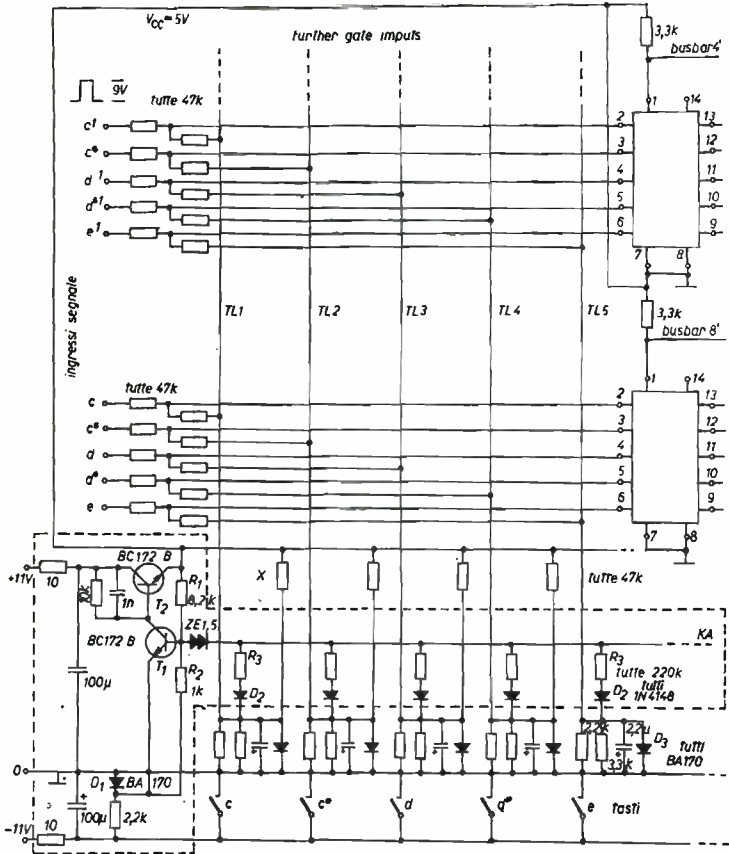

figura 13
A questo punto, però, resta ancora il problema dei rumoracci. Analizzando con Fourier lo spettro emesso da un tipico click si è visto che non solo esso è composto da basse frequenze (eliminabili con un filtro notch-rumble) ma anche da certe alte frequenze, seppure ancora udibili per l'orecchio umano. Vediamo di risolvere quindi il problema, tenendo sottomano la figura 13 che ci mostra uno schema definitivo di distribuzione, senza rumori che interferiscano. Si tenga presente che tale click è un « burst » in alternata, che si sovrappone al segnale. Posto di eliminarne i bassi con un notch-rumble, resta da eliminare la parte alta dello spettro: poiché, dunque, il segnale in questione è in alternata, basterà operare su di esso semplicemente in modo che l'ampiezza di tale burst cresca o decresca **non** istantaneamente: l'orecchio umano non riuscirà così a percepirlo più. Per la costante di tempo si è trovato che ottimo è il valore di 5 ms. E il circuito RC che provvede a ciò è formato dal C di 2,2  $\mu$ F e dalle R di 2,2 k $\Omega$  e 3,3 k $\Omega$  di figura 13. Il resto del circuito entro tratteggio provvede a stabilizzazioni in corrente sui busbars e prevede un collegamento (KA) con eventuali circuiti di modifica del sustain.